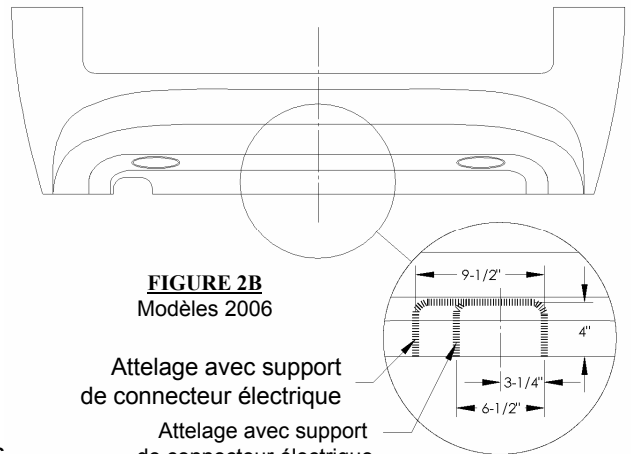

FIGURE 2B
- b. 2006 Models: trim the outer and inner fascia as shown in **Figure 2B**. When installing a hitch that has an electrical bracket, use the 9-1/2" wide profile. When installing a hitch without an electrical bracket, use the 6-1/2" wide profile. In both cases, measure about the fascia centerline as shown.
- Modèles 2006 : Découper le carénage extérieur et intérieur comme illustré à la **Figure 2B**. Lors de l'installation d'un attelage doté d'un support de connecteur électrique, utiliser un profil de 9-1/2 po de large. Lors de l'installation d'un attelage qui n'est pas doté d'un support de connecteur électrique, utiliser un profil de 6-1/2 po de large. Dans les deux cas, mesurer à partir de la ligne de centre du carénage, comme illustré.